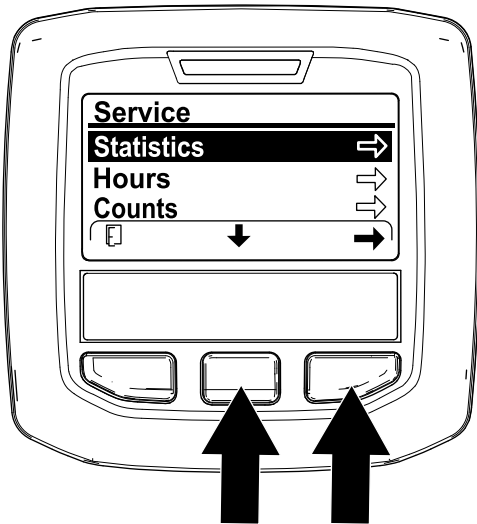

Figura 104
5. En la pantalla SERVICE (Mantenimiento), pulse el botón central del InfoCenter hasta que se seleccione la opción STATISTICS (Estadísticas) y, a continuación, pulse el botón derecho (Figura 104).